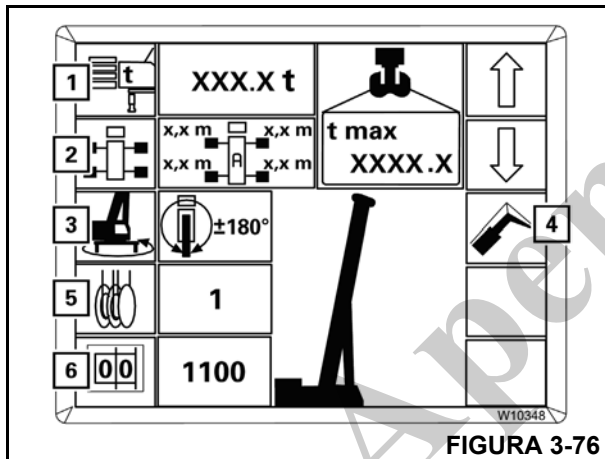

FIGURA 3-76
- Insira os componentes individuais de (1) a (5) (Figura 3-76) um após o outro